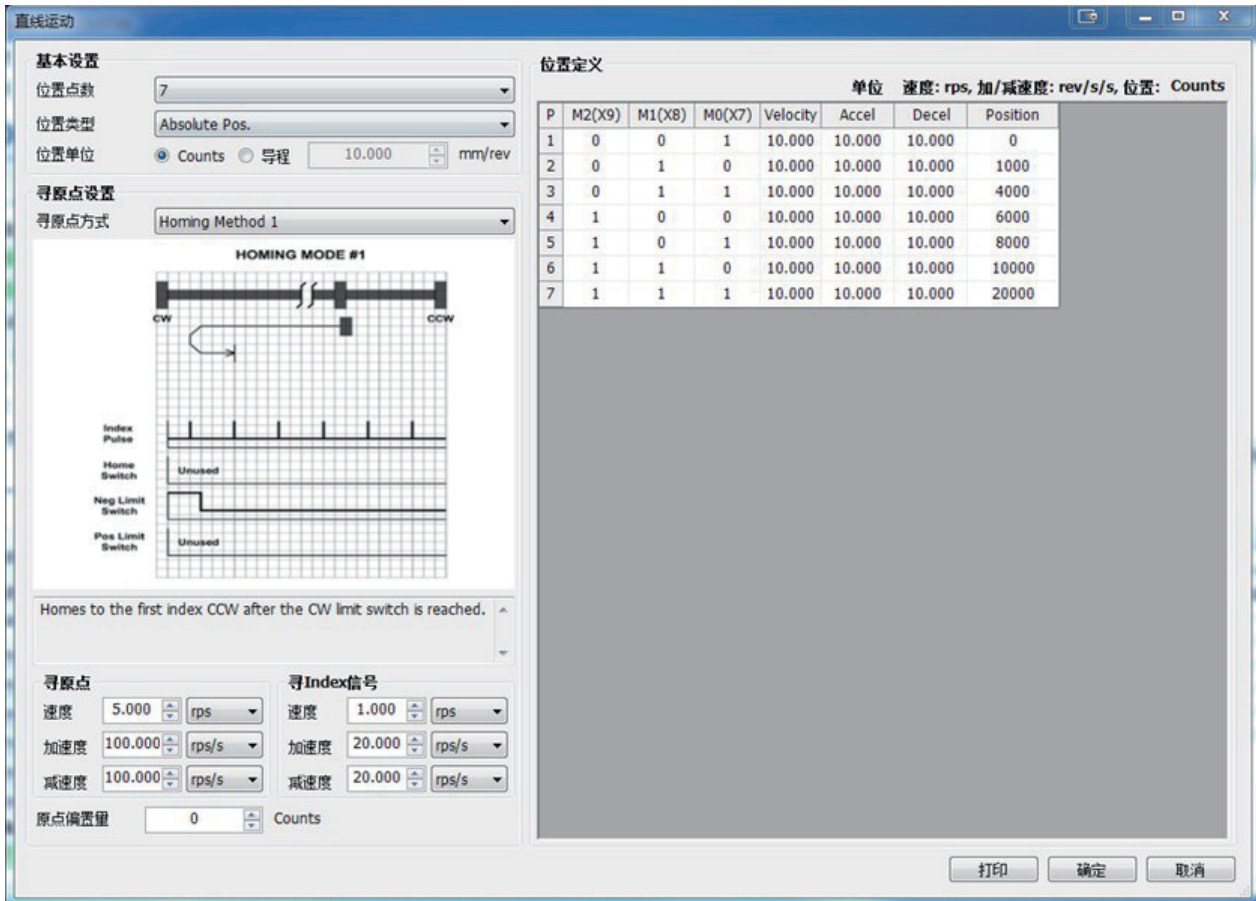

图 7.5.4直线运动详细设置
3) 点击“编辑”按钮进行详细设置。如下图 7.5.4直线运动详细设置。